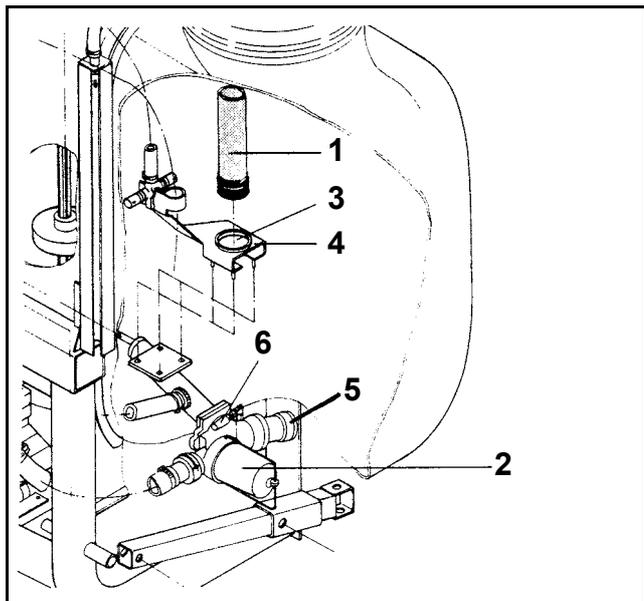

Fig. 68
Avec l'urée, nous recommandons l'emploi du filtre (Fig. 68/ 1) afin d'éviter que des particules d'urée non dissoutes, ne parviennent, lors du remplissage, à pénétrer dans la zone d'aspiration et dans certains cas ne puissent arriver à boucher la vanne-filtre (Fig. 68/ 2).
- Retirez le bouchon du raccord fileté (Fig. 68/ 3) placé dans le puisard.
- Vissez vers la droite le filtre pour urée dans le piètement (Fig. 68/ 4).
- 2 - Raccord rapide. Le raccordement s'effectue sur la tubulure d'aspiration (Fig. 68/ 5) de la vanne-filtre.
- Positionnez la manette (Fig. 68/ 6) à la vanne-filtre sur la position "Füllen" (Remplissage).